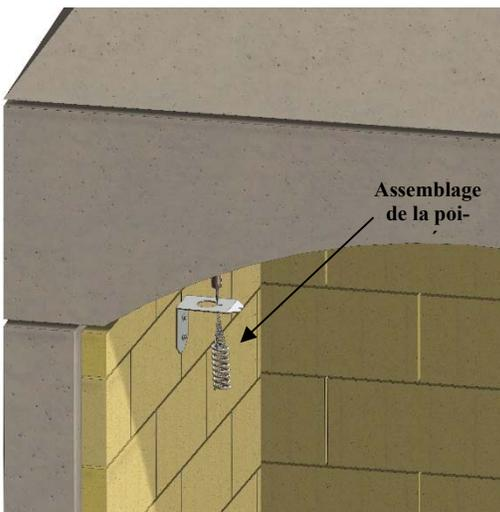

Figure 30. Assemblage du support et de la poignée
D. Insérez le câble de traction dans le support et ajustez la longueur selon les instructions du fabricant de l'amortisseur. Fixez l'ensemble de la poignée au support et vérifiez le bon fonctionnement du volet. Voir la figure 30.